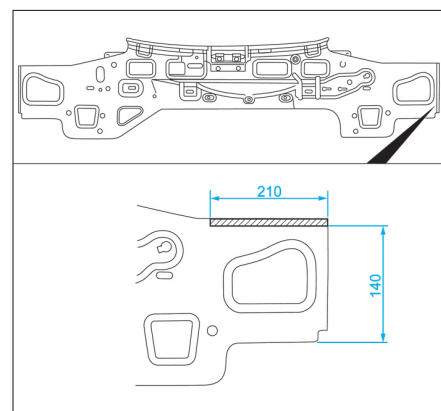

FIG. 105
- couper aux dimensions la pièce de raccordement pour renforcer la tôle de feu arrière (Fig.105),